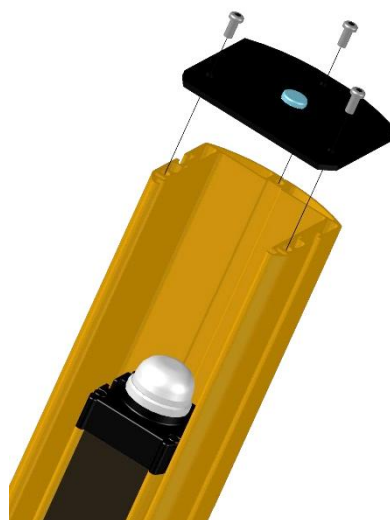

Fig. 7
- Fissare il coperchio come indicato in Fig. 7, tramite le apposite viti in dotazione.
Secure the cover as shown in Fig. 7, using the supplied screws.